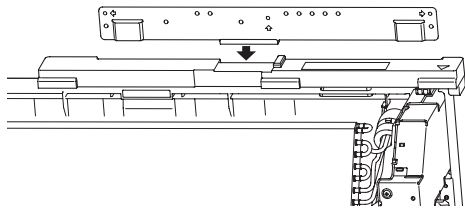

Fig. 5
3) Setzen Sie den mittleren Haken der Installationsplatte ② in den mittleren vertieften Teil des Abstandstücks. (Fig. 5)